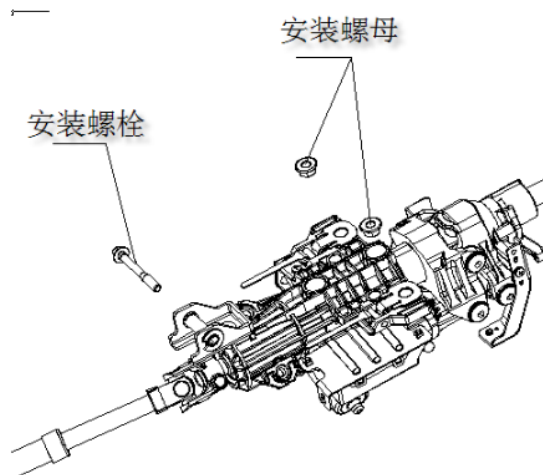

图 4-9
① 从电动转向管柱上脱开接插件和线束卡扣。
② 拆下 1个安装螺栓和2个安装螺母，取下转向管柱及万向节。如图4-9所示。